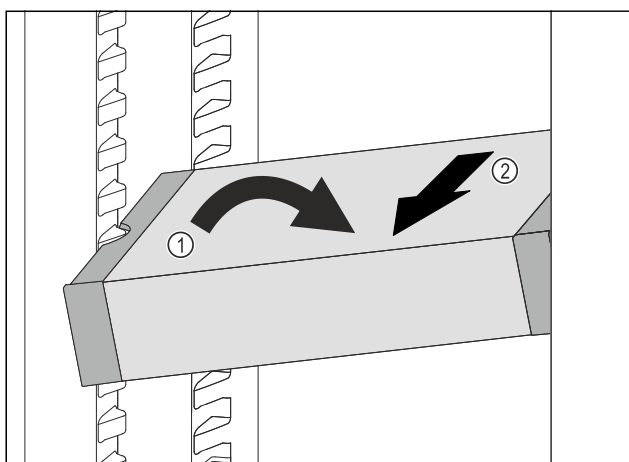

Fig. 138
- Наклонете VarioSafe в хладилната част. Fig. 138 (1)
- Извадете VarioSafe напред. Fig. 138 (2)